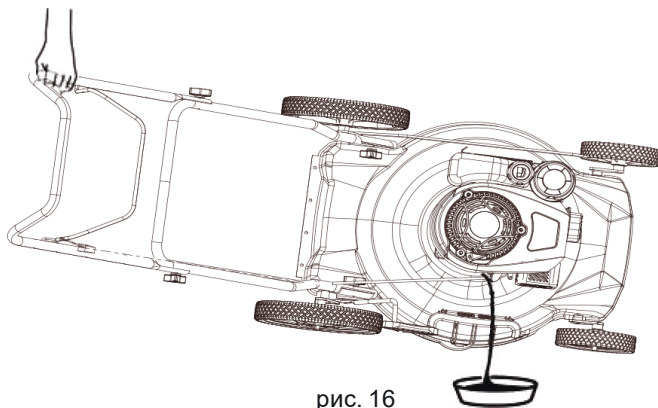

рис. 16
3. Положите косилку на бок, щупом вниз, чтобы слить отработанное масло через маслозаливную трубку (рис. 16).